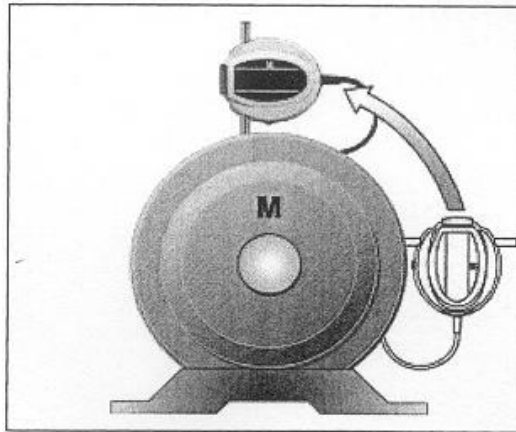

Fig. 20 Voltar para a posição de 12 horas
e) Siga o símbolo do círculo para a posição de 12 horas (fig. 20)